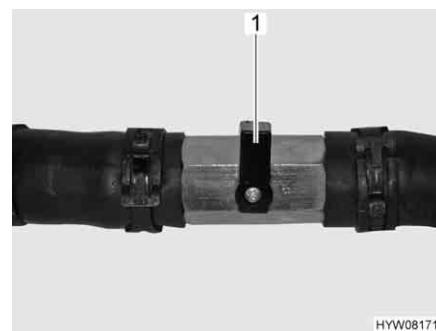

Fig. 118 Rubinetto chiuso
- Posizionare la leva (Fig. 118,1) verticalmente rispetto alla tubazione (Fig. 118).